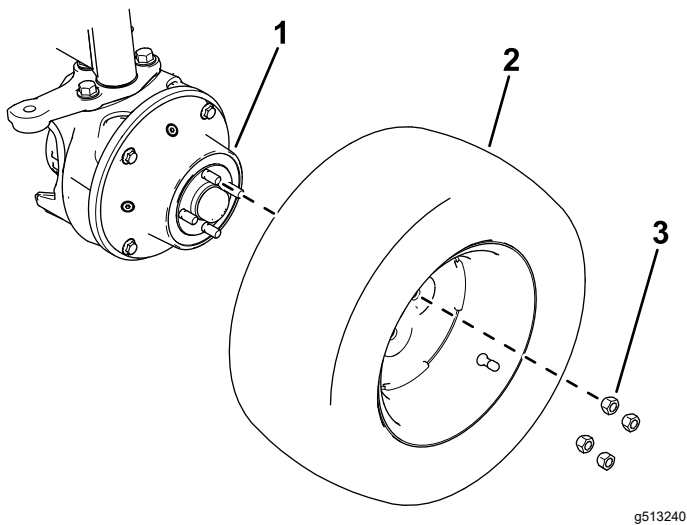

Bild 54
1. Entfernen Sie die Räder an der linken und rechten Heckseite der Maschine (Bild 54).